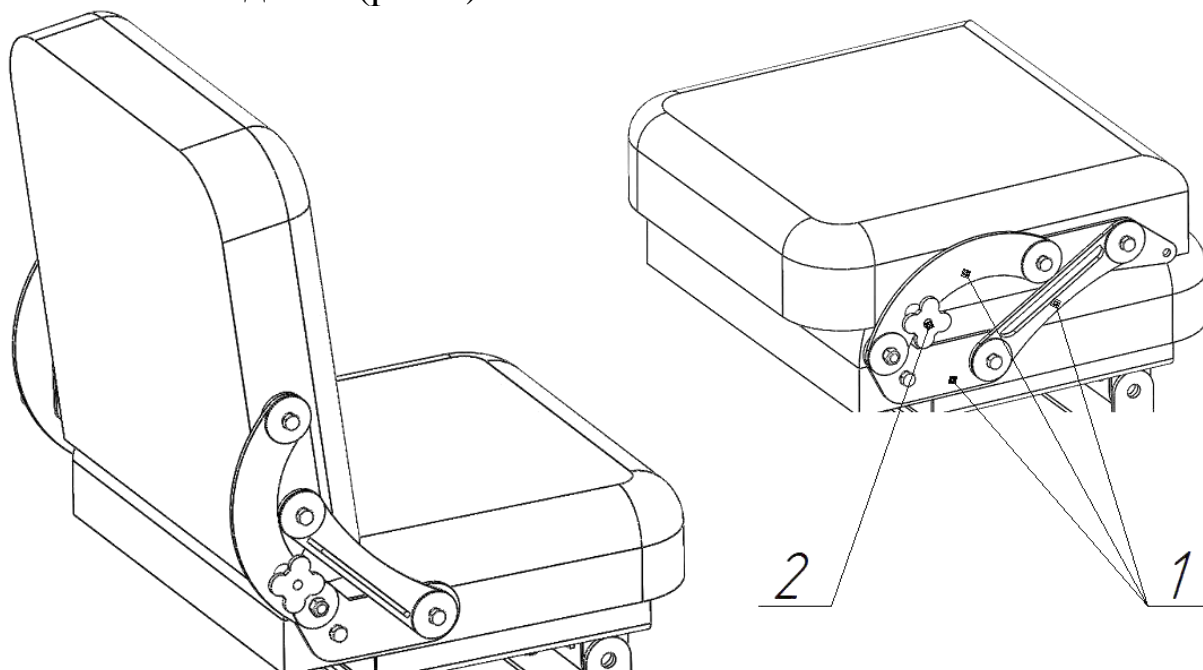

рис.4.
1.4.3. Сиденье (рис.4).
- снимите штатное сиденье и установите на его место сиденье из комплекта оборудования (рис.4).